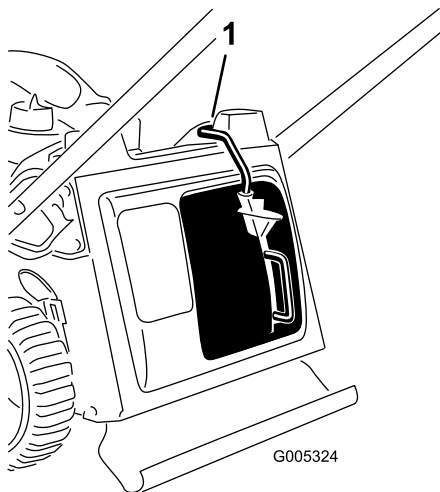

Figura 24
**Importante:** El cortacésped tiene un interruptor de seguridad que impide que usted arranque el cortacésped a menos que primero instale firmemente el tapón de mulching en el cortacésped (Figura 24).